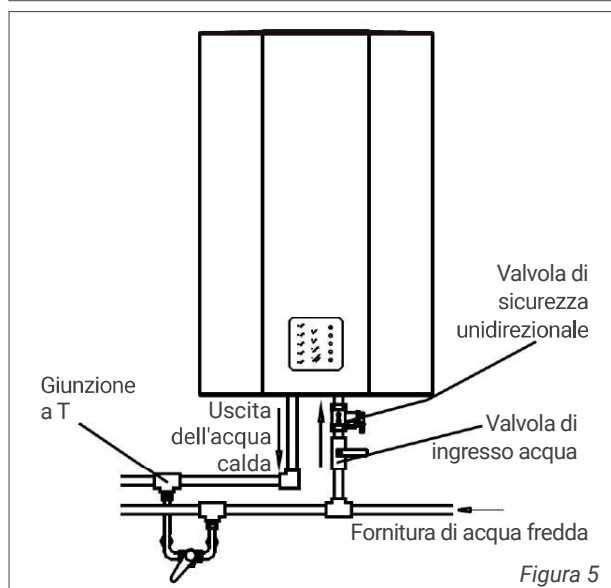

Figura 5
9. Dopo aver verificato che i valori nominali dei contatori elettrici, dei cavi, degli interruttori, delle prese e dei fusibili del sistema di alimentazione soddisfino i requisiti di consumo energetico di questo prodotto, collegare una presa in una posizione adeguata per fornire energia allo scaldabagno elettrico (come mostrato nella figura 5). L'altezza di installazione della presa di corrente dal pavimento non deve essere inferiore a 1,8 m.